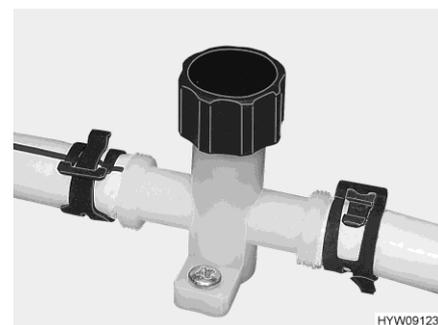

Fig. 139 Llave de desagüe (tubería de agua)
- Cerrar las llaves de desagüe (Fig. 139). Para ello, cerrar el capuchón respectivo girando en sentido de las agujas del reloj. El lugar de instalación de la válvula de seguridad/purga y de las llaves de desagüe figura en el apartado 10.7 al final del presente capítulo.